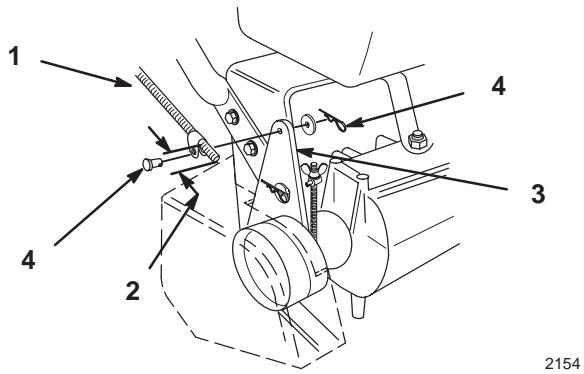
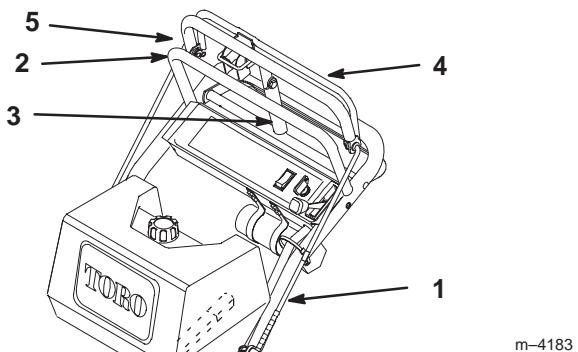

Bild 9
Bild 10
- Drehen Sie eine Stangenarmatur ungefähr 51 mm in jede Schaltstangen, (Bild 9) oder bis die obere Schaltleiste ungefähr senkrecht zum Boden ist (Bild 10).
- Befestigen Sie die Stangenarmaturenenden mit Lastösenbolzen, Scheiben und Splinten an den Befestigungslöchern im Spannscheibenbügel (Bild 9).
- Prüfen Sie den Abstand zwischen der oberen Schaltleiste und dem oberen Griff, wenn die Radriemen ganz eingekuppelt sind. Der Abstand sollte 25–32 mm betragen (Bild 10).